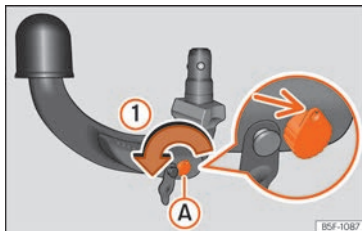

Abb. 252 Schritt 1
- Drehen Sie den Schlüssel in Pfeilrichtung (1), bis sich der gelochte Teil des Schlüssels oben befindet »» Abb. 252 (Pfeil).